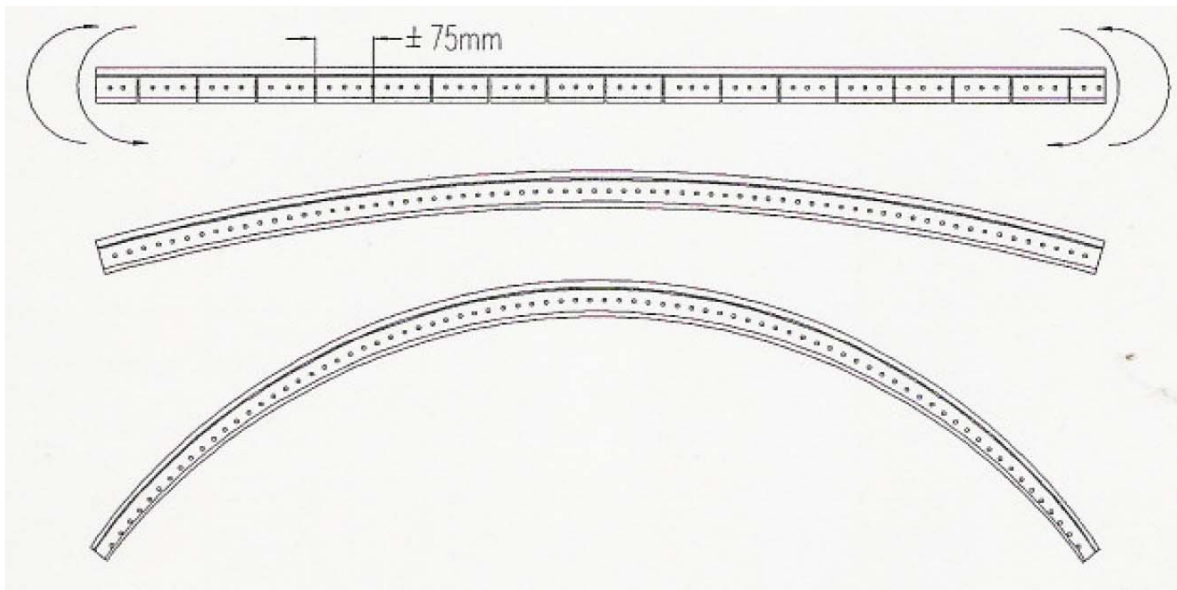

Figura 7.3.a. Curvatura de los paneles
- De antemano, corte parcialmente los paneles de poliestireno a una profundidad de 42 mm máximo. Repetir esta operación a intervalo de 75 mm o más, dependiendo de la curvatura deseada en el panel (Figura 7.3.a)